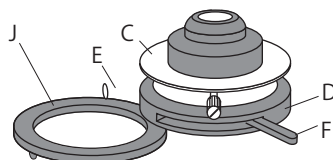

図 3
3. 図3、4を参照して以下の手順でコンデンサを取りつけます。(コンデンサがプリセットされている場合はこの作業は不要です) 左右のコンデンサ芯出しつまみ(A)を緩めて、コンデンサホルダ(B)からコンデンサホルダリング(C)を取り外します。コンデンサホルダリングの下方よりコンデンサ(D)を挿入し、コンデンサ固定ネジ(E)を締めて両者を組み合わせます(コンデンサ絞りの調整つまみ(F)は観察者側に向くように取り付けます)。コンデンサホルダリングにある切れ込み(G)がコンデンサホルダのピン(H)に合うようにして、コンデンサをコンデンサホルダに挿入後、左右のコンデンサ芯出しつまみ(A)を締め、接眼レンズを覗いたときに視野内が照明されるように調整します。コンデンサホルダリングが取り外しにくい場合や、コンデンサホルダに挿入しにくい場合は、粗動焦点ハンドルやコンデンサ上下ハンドルを調整して操作しやすい位置に調整します。コンデンサの正確な位置調整はこの後に解説があります。
7. フィルタを併用する場合はフィルタホルダ(図3-J)に配置します。